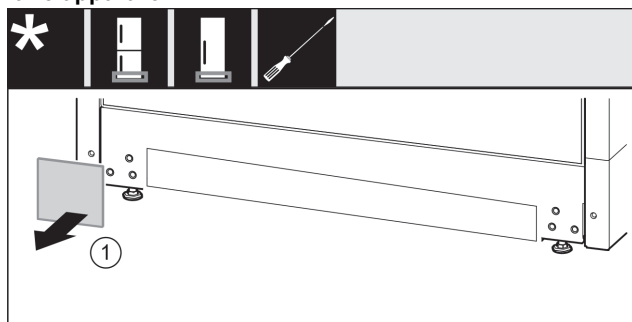

Fig. 16
- ▶ Fjern dekkelet Fig. 16 (1).